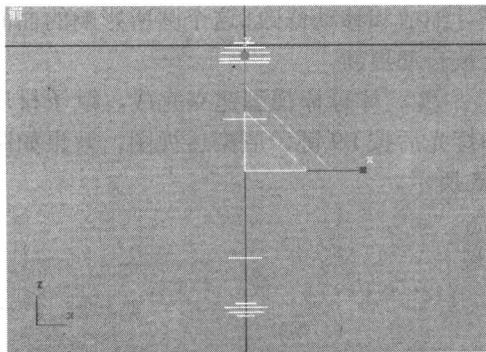

图 3-2 调整圆形的位置和大小
③ 在前视图中选中样条线，单击⁵（选择并移动）按钮，按住 Shift 键沿 Y 轴拖动鼠标，弹出“克隆选项”对话框，设置克隆方式为“实例”，副本数为 10，如此复制出 7 个圆形样条线，将其移动到合适的位置，单击工具栏上的⁶（选择并均匀缩放）按钮，对每一个圆进行缩放，结果如图 3-2 所示。